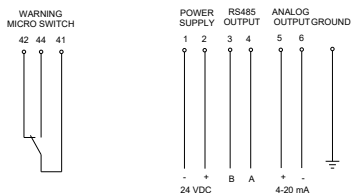

Abbildung 5
- 1 Umschaltkontakt: Warnsignal (Anschlussklemmen 42-44-41 --- Abb. 5).